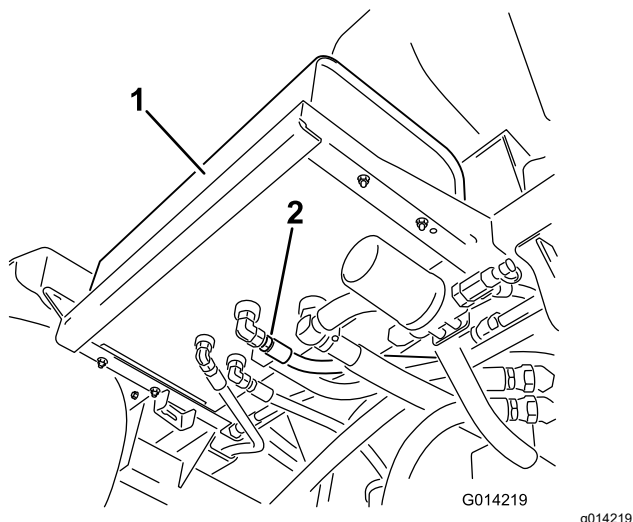

图 111
2. 清洁液压油箱底部的 1 个液压软管接头周围的区域 图 111。
4. 从油箱上拆下软管接头将油排放到盘中 图 111。